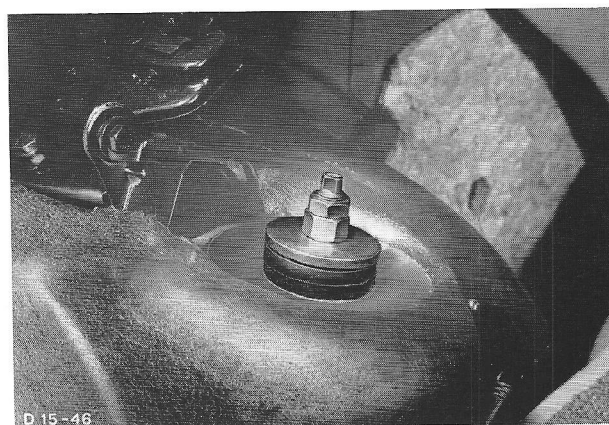

Fig.156 Bevestiging van de schokbreker aan de wielkast.
8. Maak de schokbreker op de wielkuip en aan de onderzijde van de achterbrug los (figs.156 en 157).